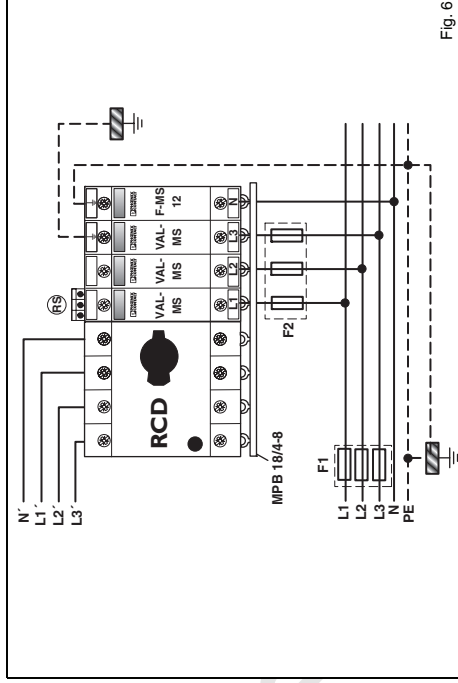

Fig. 6
10. Aplicación TN-S-Sistema (Fig. 6)
10. Application TN-S-Système (Fig. 6)
10. Application TN-S-system (Fig. 6)
10. Applikation TN-S-System (Fig. 6)